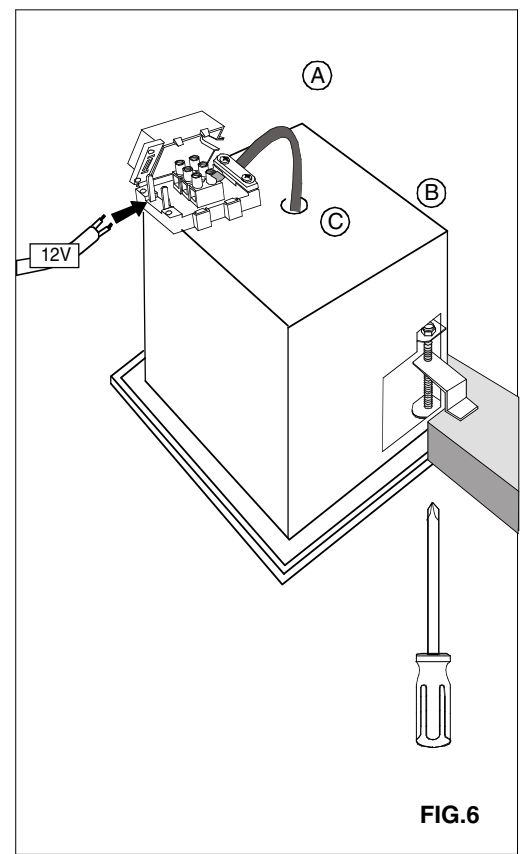

FIG.6
- Loosen the plastic screw of terminal C on the housing and remove the cover FIG. 6 A
- Dévisser la vis en plastique sur la borne C du caisson et enlever la couverture FIG.6 A
- Reinsérer la couverture de la borne et avviser la vis en plastique FIG.6 A.
- Die Abdeckung der Klemme wieder einsetzen und die plastike Schraube festdrehen FIG. 6 A.